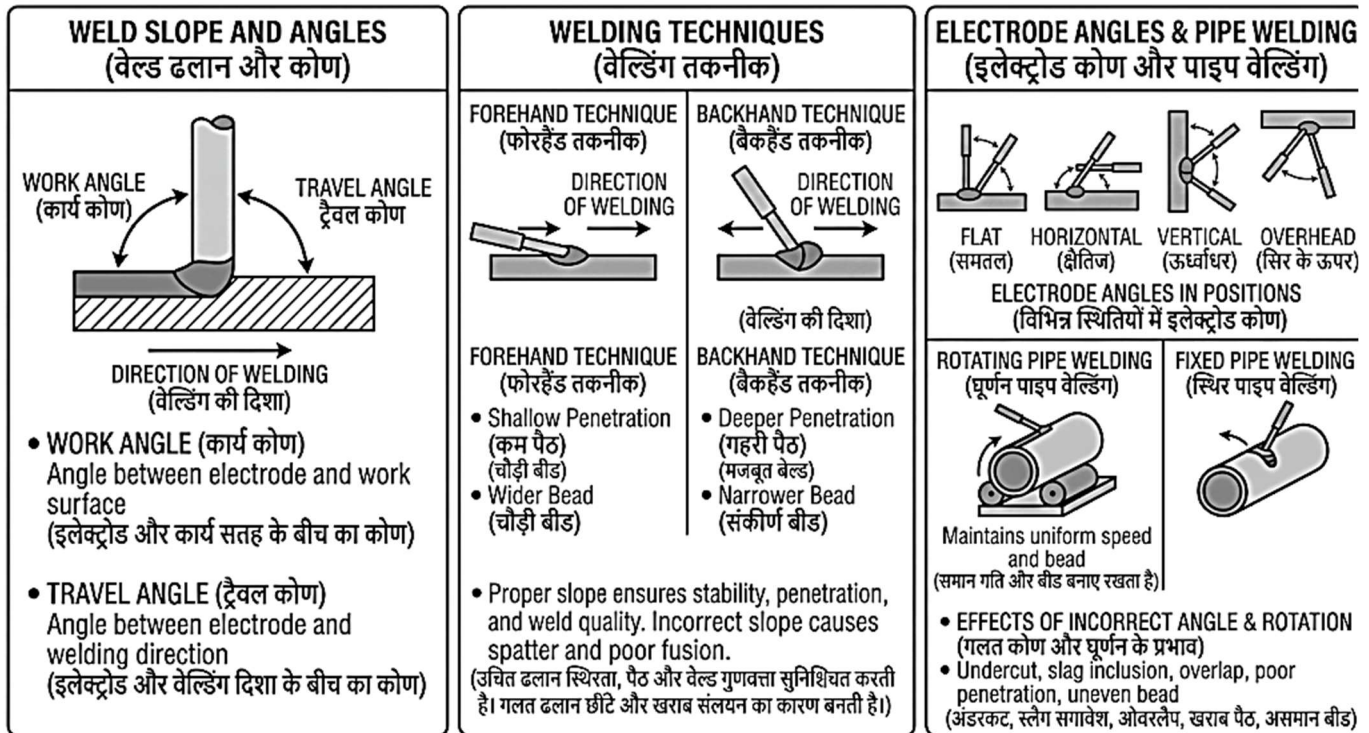

Fig. 2.4: Weld Angles and Welding Techniques | वेल्ड कोण एवं वेल्डिंग तकनीकें
2.4.1 Introduction to Weld Slope (Fig. 2.4)
2.4.1 वेल्ड स्लोप का परिचय (Fig. 2.4)